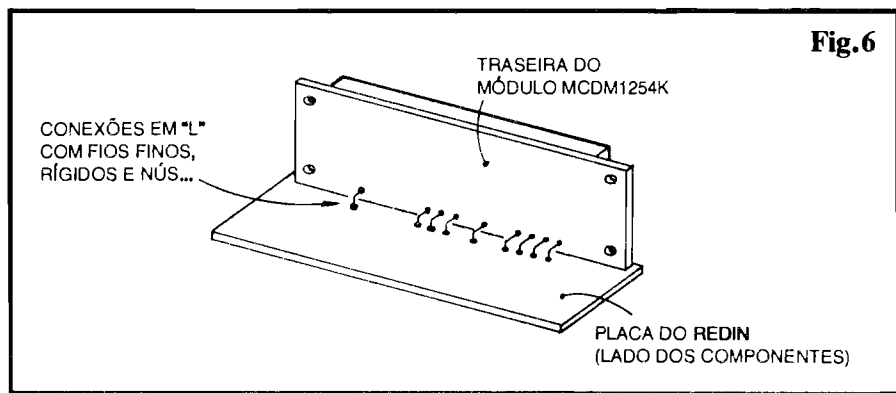

Fig.6
- **FIG. 6 - DETALHES DA INTERLIGAÇÃO DAS PLACAS**... - Com a plaquinha de “apoio” vista pela face que contém os componentes, e o Módulo MCDM1524K observado pela “traseira”, a disposição em “L” do conjunto fica evidente e clara... Notar que as interligações devem ser feitas a